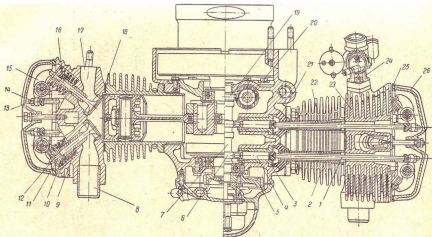

Рис. 113. Механизм газораспределения двигателя М-62
Общая схема электрооборудования мотоцикла К-750 показана на рис. 113.
**Механизм газораспределения.** Механизм газораспределения описываемого двигателя (рис. 113) является механизмом с верхним расположением клапанов, что является принципиальным отличием его от двигателя М-72М. Диаметр тарелки клапана 35 мм, диаметр стержня 7,5 мм, а общая длина клапана 91 мм. Клапаны перемещаются в направляющих, запрессованных в тело головки цилиндра. Зазор между втулкой и стержнем клапана составляет 0,05—0,1 мм.